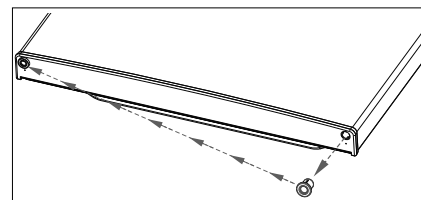

Fig. 10
- ▶ Déplacez également la douille de charnière de la partie inférieure de la porte du congélateur sur le côté gauche (fig. 10).